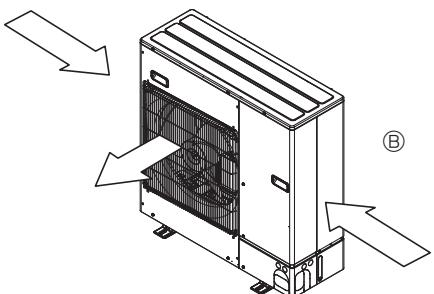

Fig. 2-6
- ③ Jeśli to możliwe, należy tak ustawić jednostkę zewnętrzna, aby kierunek wylotu powietrza był prosty do kierunku wiatru w danej porze roku. (Fig. 2-6).